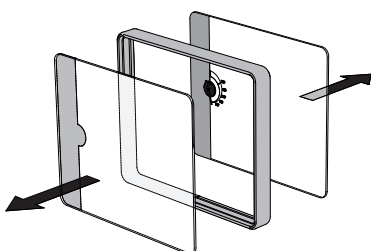

Bild 39
- Schauglaspaket herausnehmen, Silikondichtring abnehmen (Bild 39).